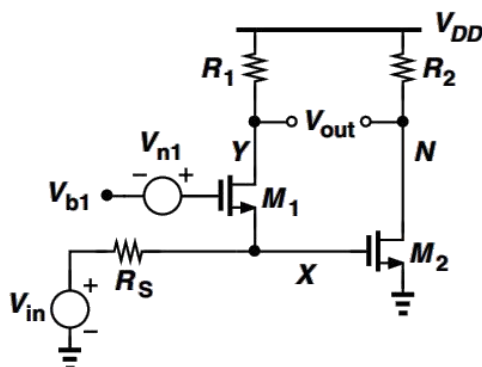

图 1 NC-LNA 基本概念图
如图 1 所示为噪声抵消 LNA (Noise-Cancelling LNA, NC-LNA) 的基本概念图。该类 LNA 除了实现关键器件噪声的抑制，还实现了片上单转差功能。
1) 推导图 1 中 LNA 实现噪声抵消功能的条件，并给出噪声系数 NF 表达式和输入阻抗  $Z_{in}$  表达式。